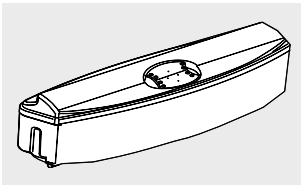

Figura 46
- Cierre la tapa que cubre la abertura que se utiliza para el abastecimiento del tanque después de llenar. (Figura 46).